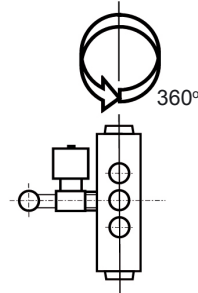

Abb. 2a
- b. Vertikale Lage; die Ventile können in beliebiger Ausrichtung eingebaut werden, der Spulenschaft muss jedoch nach oben weisen (Abb. 2a)